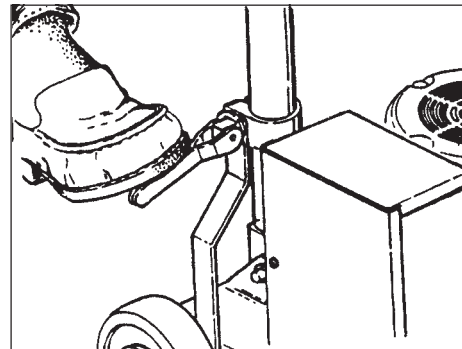

Figura 1
2. Eleve y bloquee la manija en posición vertical. Para bloquear la manija, presione la palanca de bloqueo con su pie. Consulte la figura 1.